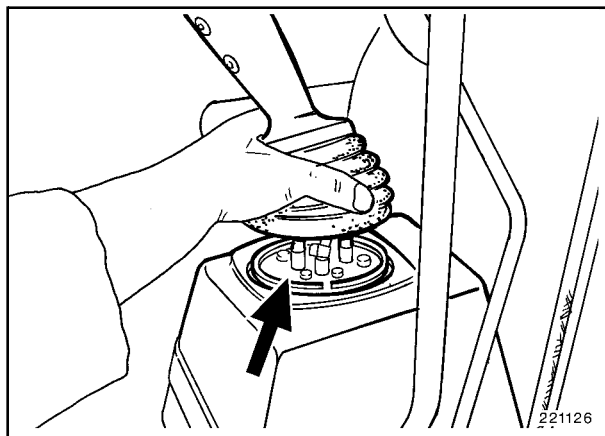

Fig. 2
- Elevar el manguito entre la palanca de mando y la consola (Fig. 2).